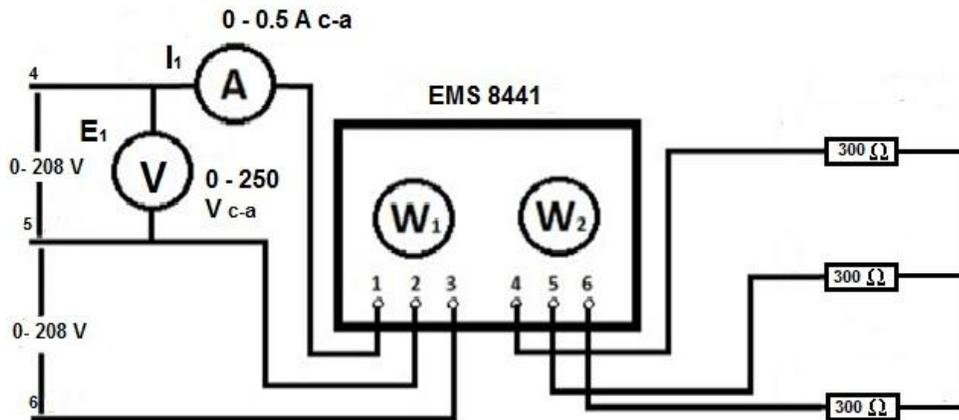

FIGURA 5.7
3. Conecte el circuito ilustrado en la Figura 5.7, utilizando los **Módulos EMS de wattímetro trifásico, fuente de alimentación, resistencia y medición de c-a.**